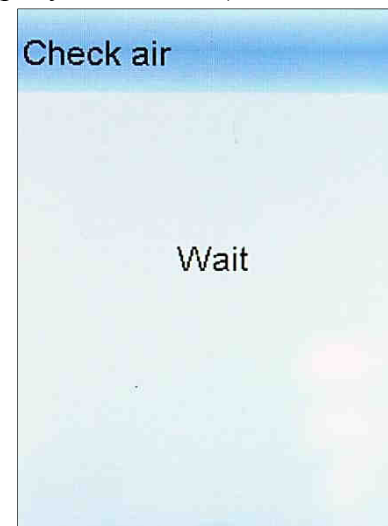
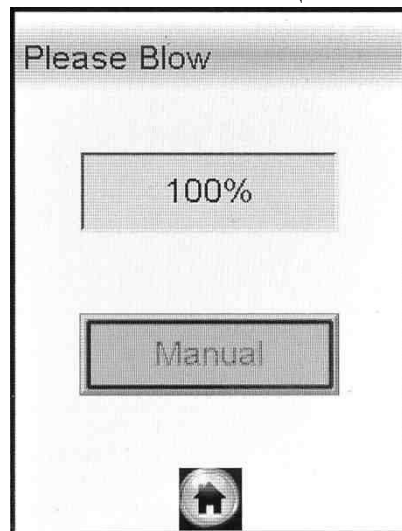

Рисунок 9 – Проверка воздуха
Рисунок 10 – Готовность к отбору пробы
2.7.5 Нажмите виртуальную кнопку «**Start**» для начала процедуры измерения. В этот момент произойдет отбор пробы воздуха из мундштука (будет слышен двойной щелчок срабатывания заборной системы) для проверки его на отсутствие паров этанола, а также на отсутствие остаточного алкоголя в заборной системе анализатора (рисунок 9, слева).
Если в мундштуке и заборной системе алкоголь не обнаружен, на дисплее появится сообщение «**No Alcohol**» (рисунок 9, справа), и анализатор перейдет в режим готовности к отбору пробы (рисунок 10).
2.7.6 При готовности анализатора к отбору пробы (рисунок 10) выполните выдох согласно 2.7.7 настоящего РЭ.
Для повторного выдоха нажмите виртуальную кнопку «**Test Again**», и после появления на дисплее окна готовности к отбору пробы (рисунок 10), обследуемый должен повторить выдох согласно 2.7.7 настоящего РЭ.
Для этого при готовности анализатора к отбору пробы (рисунок 10) переместите курсор с помощью кнопки **A** или **B** на виртуальную кнопку «Manual» и во время выдоха обследуемого активируйте ее кратковременным нажатием на кнопку вкл/выкл, при этом анализатор произведет ручной отбор пробы – будет слышен щелчок срабатывания заборной системы.